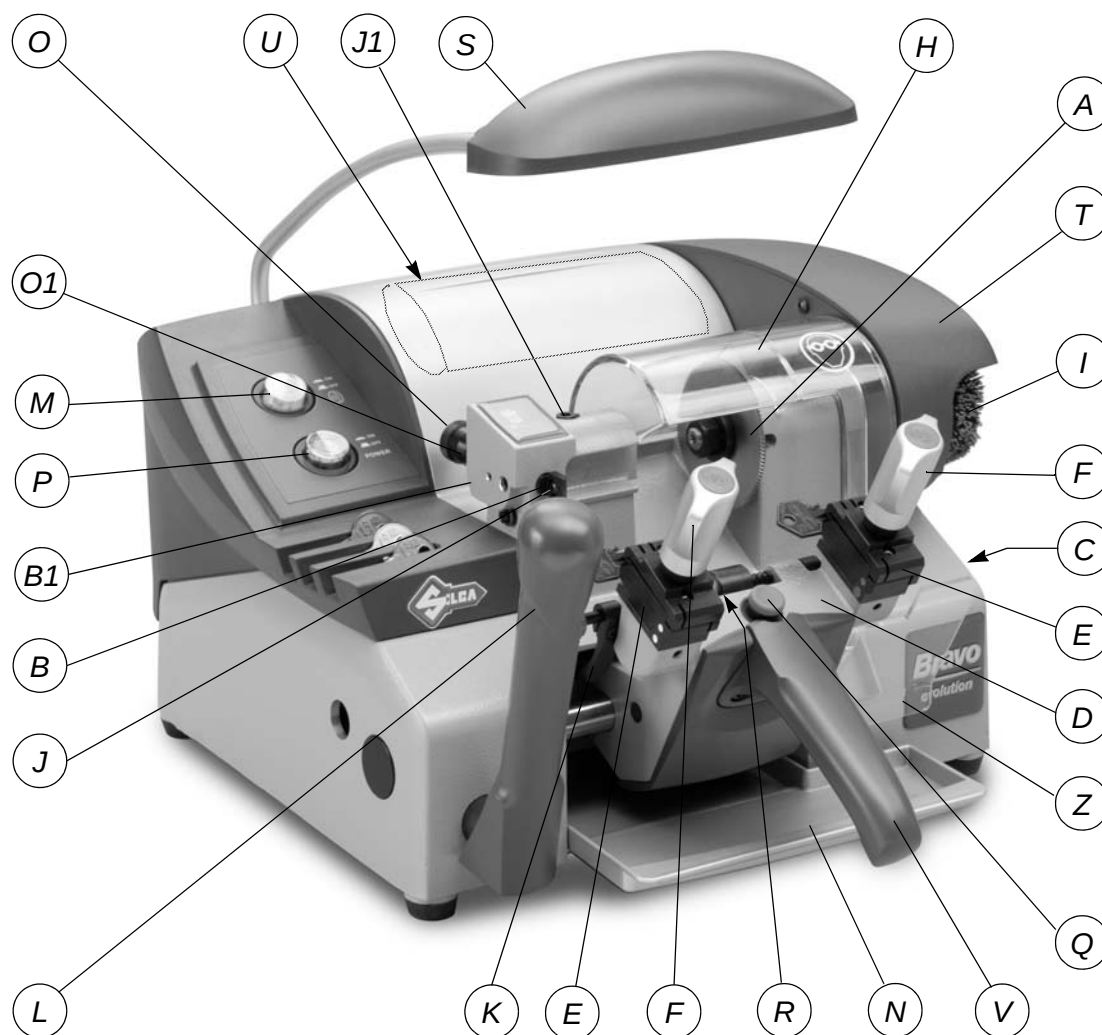

Fig. 5
Na parte esquerda da máquina duplicadora BRAVO encontra-se o painel de controlo com 2 comandos: o interruptor para o arranque do motor (P) e o botão da escova (M) (fig.5, pág.6).